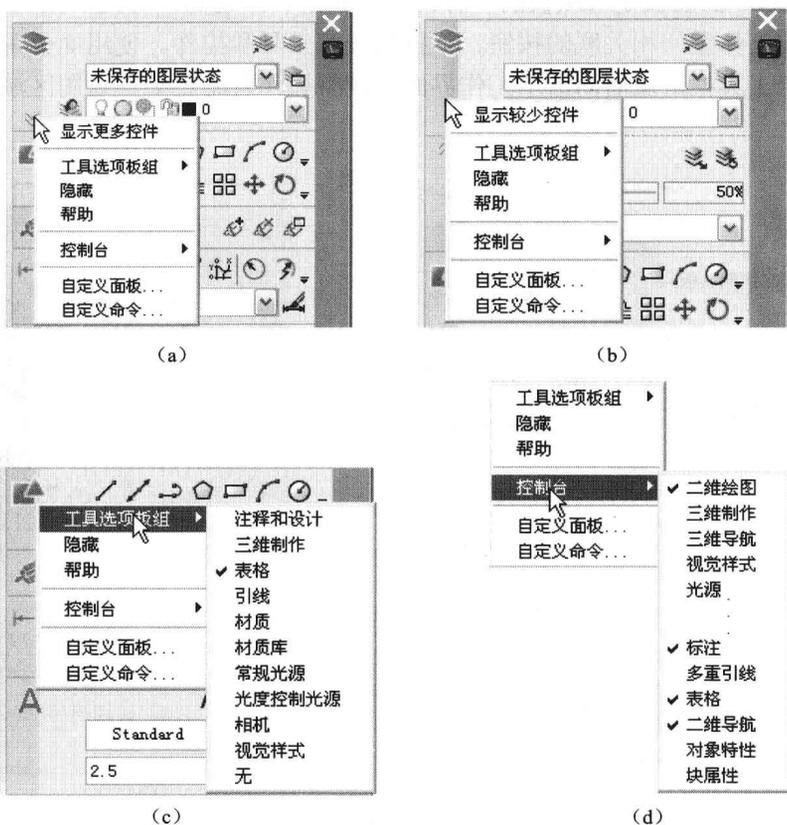

图 1-9 面板右键菜单
在面板上面右击鼠标, 将会弹出图 1-9 所示的快捷菜单, 包括以下条目。
(1) 显示更多控件: 如果控制面板有滑出面板, 如图 1-8 (a) 所示, 则单击右键菜单如图 1-9 (b) 所示; 如果滑出面板没有打开, 如图 1-8 (b) 所示, 则单击右键菜单如图 1-9 (a) 所示。
(2) 工具选项板组: AutoCAD 2008 中以选项卡形式组成工具选项板窗口, 每一个选项卡形式的区域叫做一个工具选项板。工具选项板提供了组织、共享和放置块及填充图案的有效方法。选项板组包括“注释和设计”、“三维制作”、“表格”等, 如图 1-9 (c) 所示。
(3) 隐藏: 在面板上隐藏光标所在的控制面板。若要打开隐藏的控制面板, 选用下面的